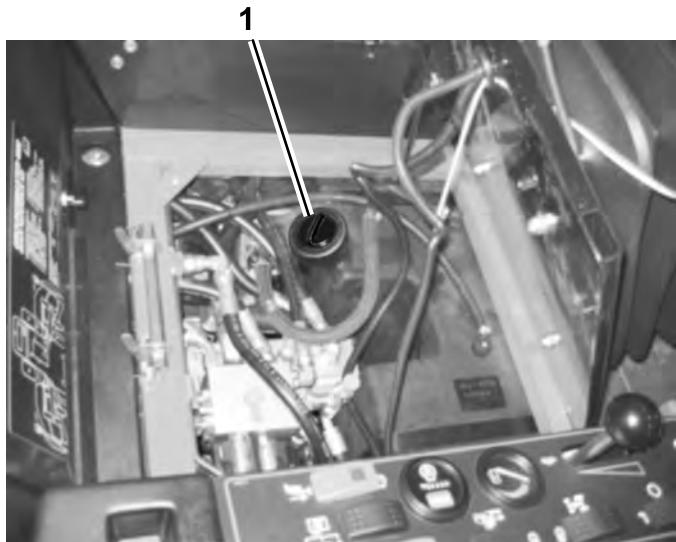

Figura 69
3. Encha o reservatório (Figura 69) com aproximadamente 30 l de fluido hidráulico. Consulte o ponto Verificação do fluido hidráulico.